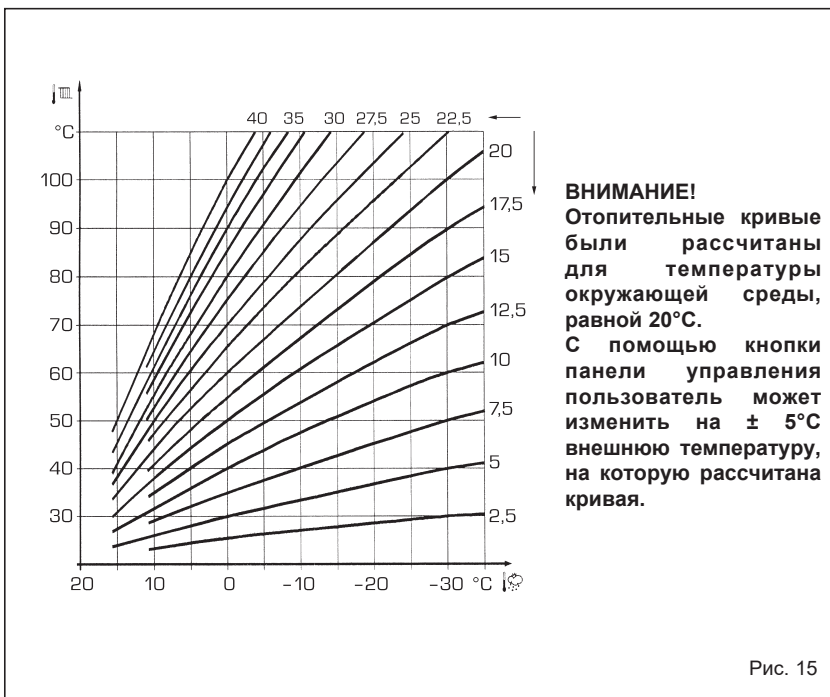

Рис. 15
3.4 ПРИ ПОДКЛЮЧЕННЫМ ВНЕШНЕМ ДАТЧИКЕ (рис. 15)
Если присутствует внешний датчик, НАСТРОЙКИ отопления осуществляются на основании климатических кривых в зависимости от внешней температуры и, в любом случае, они ограничиваются значениями в пределах диапазона, который был описан в пункте 3.3 (параметры PAR 25 для зоны 1, PAR 26 для зоны 2). Для устанавливаемой климатической кривой можно выбрать значение от 3 до 40 (шагом в 1 значение). Увеличивая наклон, представленный кривыми на рис. 15, увеличивается температура подачи установки в зависимости от внешней температуры.